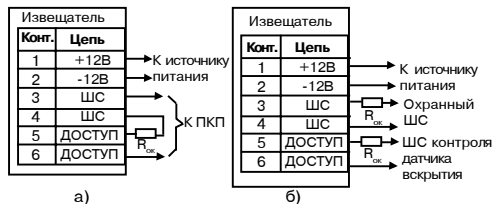

Рис.7
7.7. Выполните соединения согласно рис.7а (для подключения в один ШС) или рис. 7б (с контролем датчика вскрытия отдельным ШС).